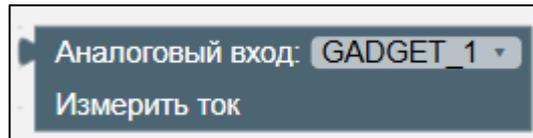

Рисунок II-45 – Блок «Аналоговый вход. Измерить ток»
7. Блок «Аналоговый вход. Измерить ток» (см. Рисунок II-45).